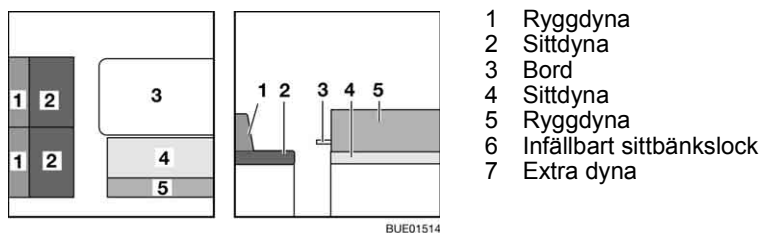

Bild 138 Före ombyggnaden
- Bygg om bordet (Bild 138,3) till sängbotten (se avsnitt 6.11).
- Ta bort ryggdynorna (Bild 138,1 och Bild 138,5) och sittdynorna (Bild 138,2) och lägg dem åt sidan.